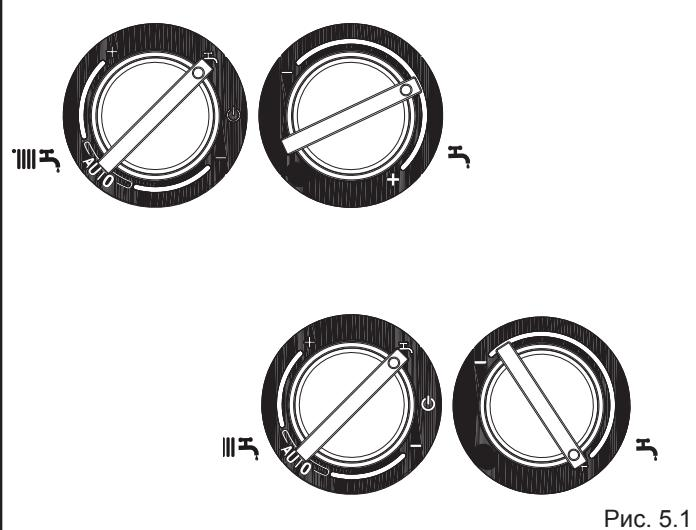

Рис. 5.1
- установите переключатель режимов работы режим «лето» «» (рис. 5.1)
- установите регулятор температуры в контуре ГВС (рис. 5.1) на максимальное значение.
- Откройте кран подпитки (находится вне котла) и держите его открытым до тех пор, пока давление не поднимется до уровня от 1 до 1,5 бар (рис. 5.1а).
Рис. 5.1а